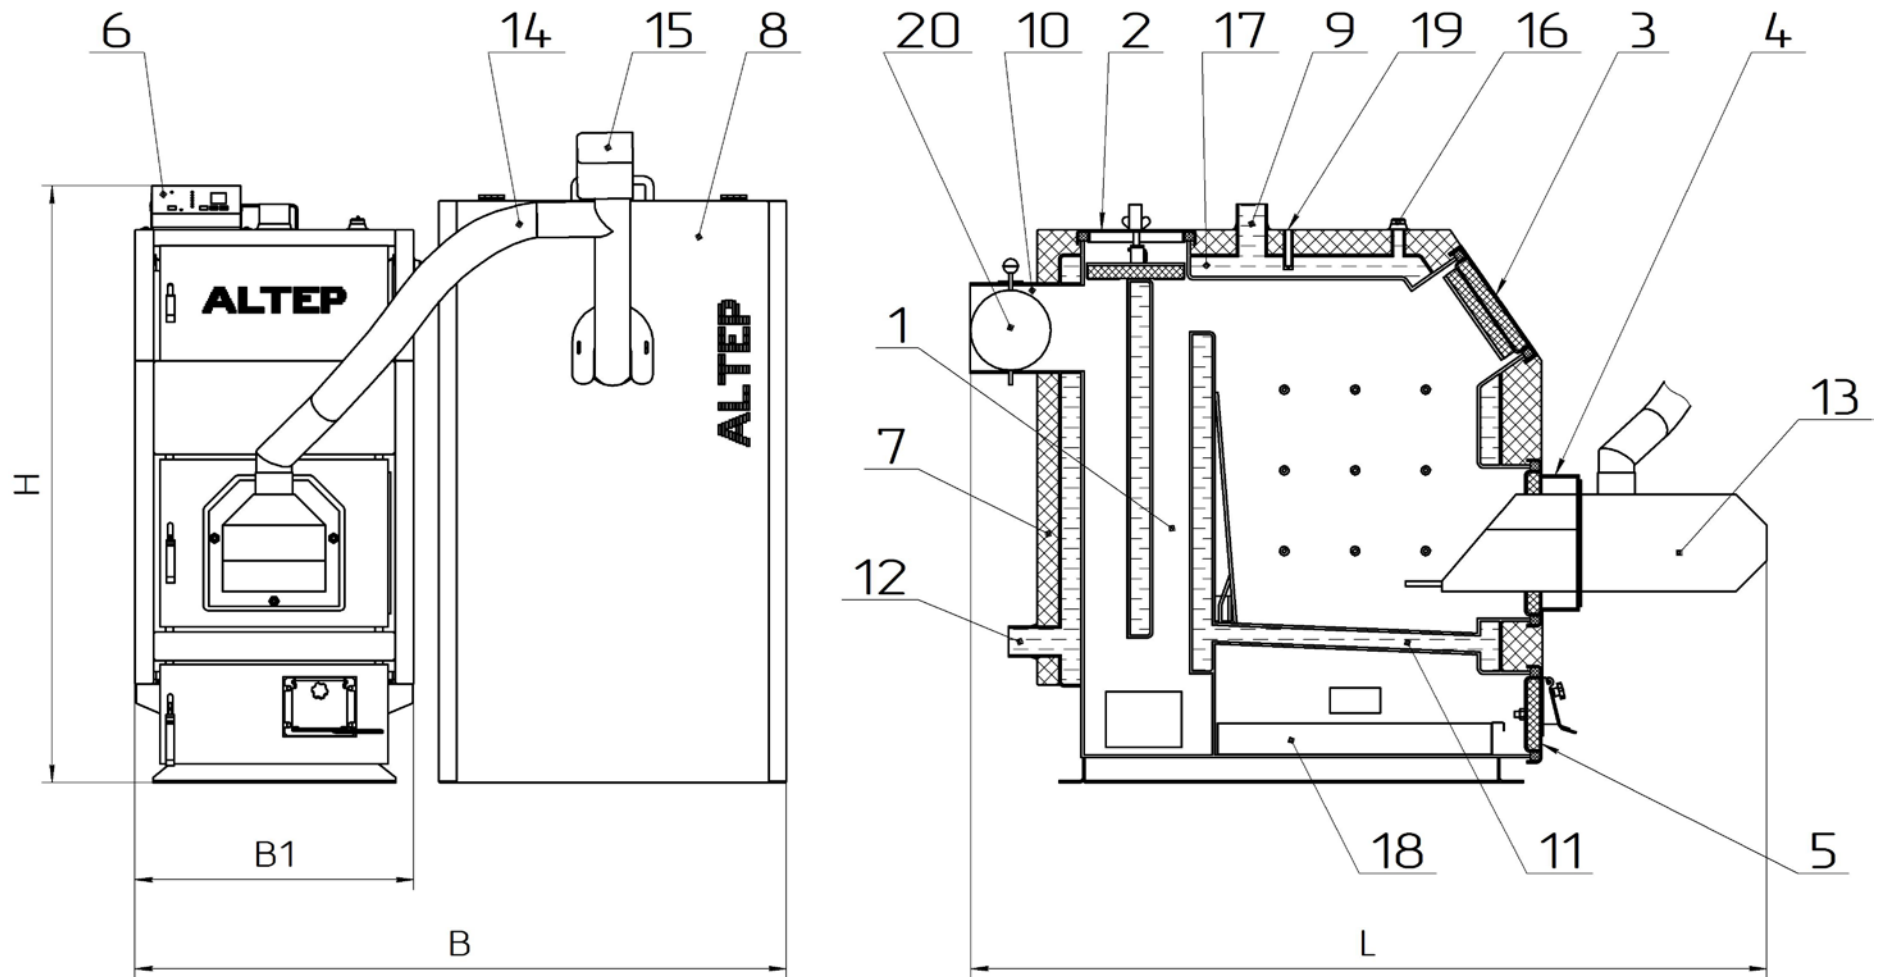

Рисунок 1 – Зовнішній вигляд та основні елементи котла типу КТ-3-пр
Корпусом котла (поз. 1, рис. 1) є паралелепіпед з подвійними стінками, які розділені водними перегородками (поз. 17, рис. 1). Топочна камера розташована перед двоходовим теплообмінником.
- шнекового (гвинтового) механізму подачі палива, який приводиться в рух мотор-редуктором (поз. 15, рис. 1);
- автоматичного пелетного пальника (поз. 13, рис. 1);
- електронного контролера температури (поз. 6, рис. 1).
Паливо для процесу спалення подається автоматично з розташованого біля котла бункера для палива (поз. 8, рис. 1) за допомогою гвинтового (шнекового) механізму подачі. Шнековий механізм з'єднується з пальником гнучким гофрованим рукавом (поз. 14, рис. 1), що виготовлений з легкоплавкого матеріалу. Згоряння палива (пелети) відбувається в камері згоряння пальника на рухомому колоснику, який виготовлений з жароміцної сталі. Камера згоряння пальника виконана з вогнетривкої кераміки.
Зола, яка утворюється в кінцевій фазі згоряння, зсипається з колосника пальника у висувну полицю для золи – зольник (поз. 18, рис. 1).
Обслуговування котла полягає у періодичному додаванні палива у бункер (поз. 8, рис. 1) та усуненні золи з зольної полиці без необхідності погашення котла. Після розпалення котел не потребує постійного перебування у приміщенні, де він змонтований, обслуговуючого персоналу. Експлуатація котла може відбуватися безперервно під час всього опалювального сезону. Котел може також працювати після опалювального сезону в системі з бойлером на гаряче водопостачання.
Димові гази виходять у димохід крізь боров (поз. 10, рис. 1), розташований у задній частині котла. Боров обладнано вбудованим дросельним клапаном продуктів згоряння – шибером (поз. 20, рис. 1). У випадку надто високої тяги у димоході шибер дає можливість її знизити шляхом часткового перекривання вихідного отвору борова.
- дверцята топки (поз. 3, рис. 1);
- дверцята пальника (поз. 4, рис. 1);
- дверцята зольника (поз. 5, рис. 1).
- патрубок прямої мережної води (поз. 9, рис. 1);
- штуцер для встановлення запобіжного клапана (поз. 16, рис. 1);
- гільза для датчика температури котла (поз. 19, рис. 1);
- дверцята для періодичного обслуговування (чищення) конвективної частини котла (поз. 2, рис. 1).
В нижній частині, на задній стіні, – патрубок зворотної води (поз. 12, рис. 1) та зливний патрубок.
Корпус котла обкладений теплоізоляційним матеріалом – мінватою (поз. 7, рис. 1)
Для можливості роботи котла в режимі ручного завантаження палива до топки (наприклад, дрова), у нижній частині топки розміщені колосникові ґрати (поз. 11, рис. 1). Крім того, на верхній стінці корпусу котла передбачені посадочне місце для монтажу вентилятора (закрите заглушкою), який буде нагнітати повітря до камери згоряння (керування вентилятором здійснюється контролером автоматично).